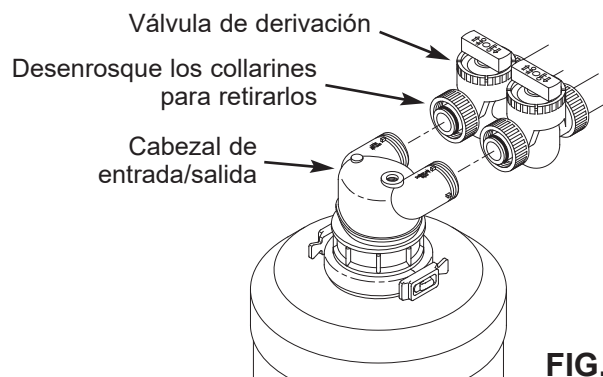

FIG. 8
2. Afloje lentamente los collarines de instalación entre la válvula de derivación y el cabezal de entrada/salida (vea la Fig. 8), permitiendo que se libere la presión del sistema.